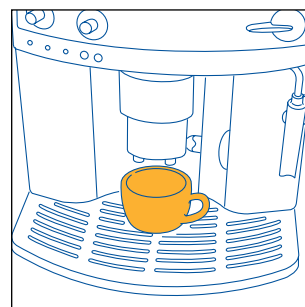
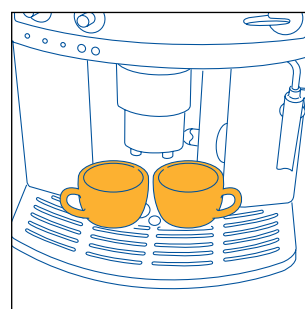
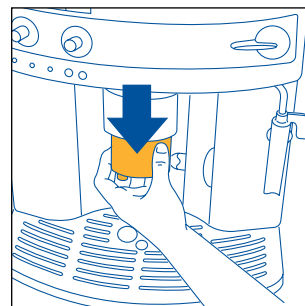

Fig. 9
Fig. 10
Fig. 11
- 4) Coloque uma chávena debaixo dos bicos do ejetor, se desejar 1 café (fig. 9) ou 2 chávenas, se desejar 2 cafés (fig. 10). Para obter um bom creme, aproxime o mais possível o ejetor de café das chávenas, baixando-o (fig. 11).